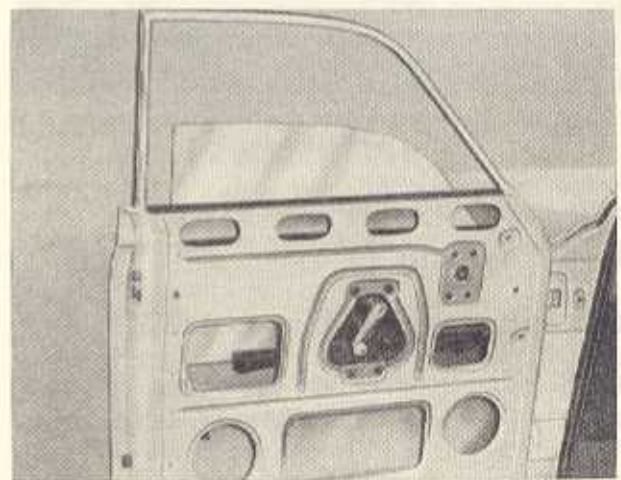

Bild K 4. Stellung des Kurbelapparates beim Herausnehmen der vorderen Türscheibe
4. Die Glasrinne durch Abschrauben der beiden Zylinderschrauben AM 5×10 lösen und herausnehmen (Bild K 3). Türscheibe herausnehmen. Dabei ist es empfehlenswert, den Kurbelapparat auf halbe Höhe zu stellen (Bild K 4).